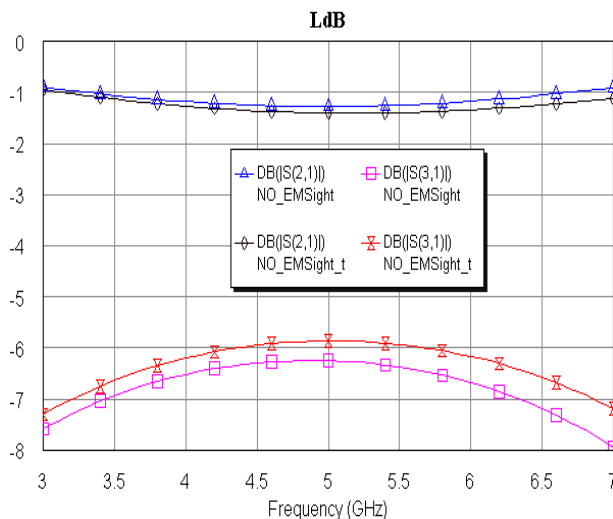

Рис. 7.44
- Откройте окно просмотра проекта и сделайте активным окно графика. Щёлкните по значку **Analyze** на панели инструментов. Полученный график показан на рис. 7.44. Из графика видно, что учёт толщины даёт более точный результат, показывая более сильную связь между близко расположенными проводниками в связанных линиях.